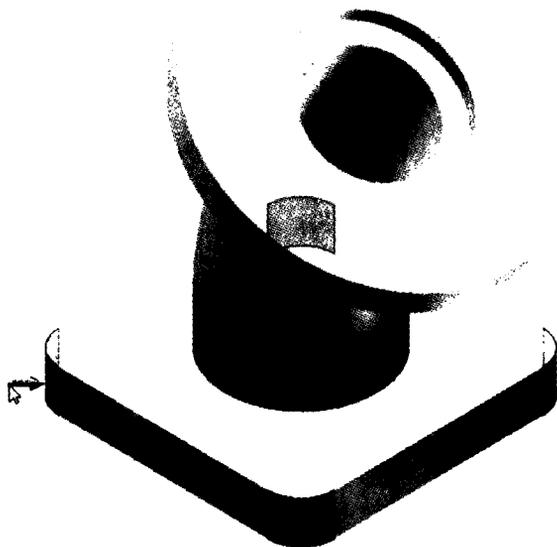

Рис. 3.25. Скругления будут созданы, как только вы перетащите стрелку
5. Рядом с вашим выделением появится стрелка. Потяните ее, чтобы установить радиус 14 мм для четырех углов, как показано на рис. 3.25⁶.